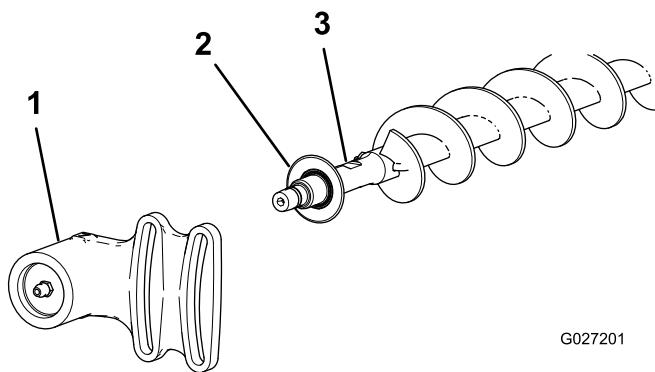

Figura 20
1. Se sull'apparato di taglio è installata una spazzola per rulli, togliete i 2 bulloni, le rondelle e i dadi che fissano l'alloggiamento del cuscinetto secondario alla staffa di montaggio dell'alloggiamento del cuscinetto (Figura 19 e Figura 20).
2. Fate scorrere l'alloggiamento del cuscinetto secondario e la guarnizione fino a estrarre dall'albero della spazzola (Figura 20).
9. Installate la guarnizione e l'alloggiamento del cuscinetto secondario sull'albero della spazzola (Figura 20).